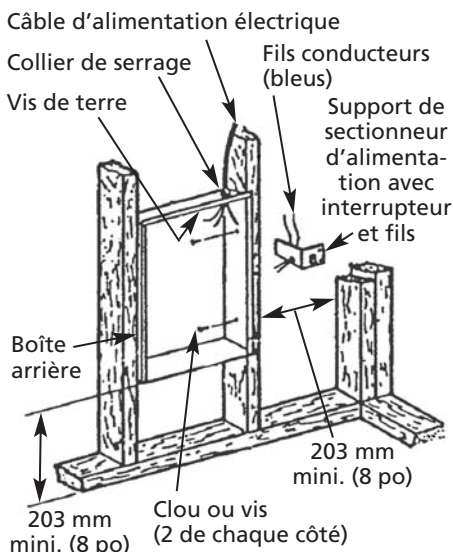

Figure 2 – Repérage de la boîte arrière encastrée dans une nouvelle construction
- Boîte arrière de montage (voir la Figure 2).
- Fixer solidement la boîte arrière en position avec des vis à bois ou des clous, comme il est illustré à la Figure 2.
- Câblage d'alimentation (voir la Figure 2).